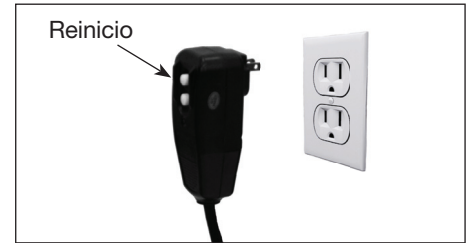

Figura 11 - Botón de reinicio/enchufe con conexión a tierra
6. Enchufe el cable de corriente en un tomacorriente de 120 V con conexión a tierra, que se encuentre en un circuito dedicado. No use un cable de extensión. Presione el botón de reinicio en el adaptador de GFCI del enchufe. Esto debe hacerse cada vez que la unidad se enchufa en un tomacorriente.(Figura 11)